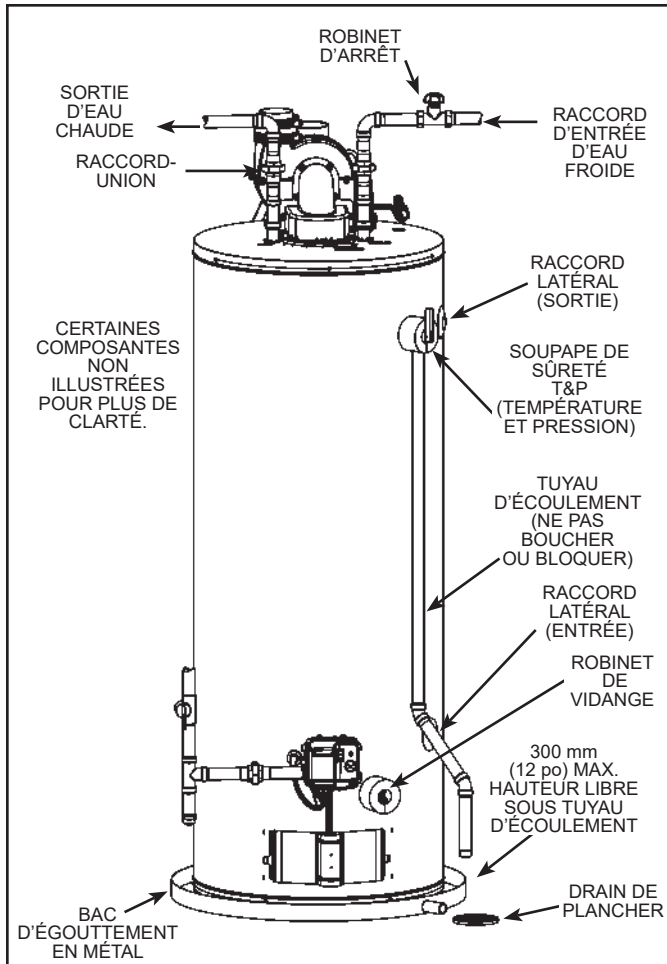

Figure 19.
1. Refermez le robinet de vidange du chauffe-eau en faisant pivoter sa poignée vers la droite (sens horaire). Le robinet de vidange se trouve sur la partie inférieure avant du chauffe-eau (voir Figure 19).